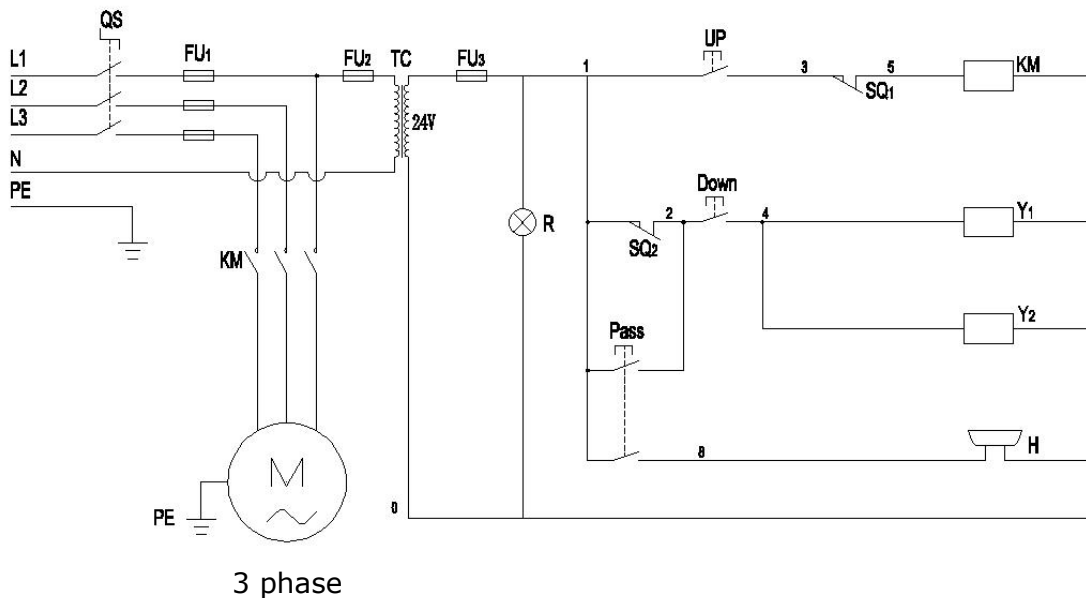

Fig. 13
1.2 Circuit Diagram (See Fig. 13).